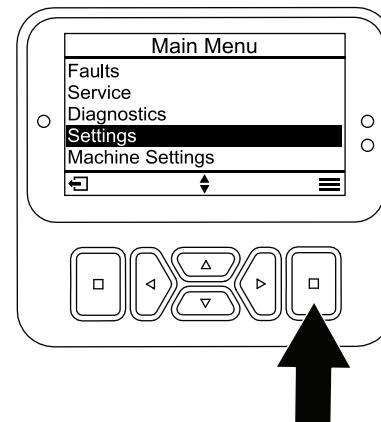

図 20
1. メイン メニューから、設定メニューまで下にスクロールし、選択ボタン (図 20) を押します。